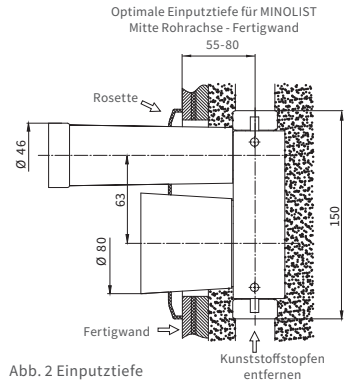

Abb. 2 Einputztiefe
- 2.2. Die optimale Einputztiefe (Mitte Rohr bis Fertigwand) beträgt für die MINOLIST Messkapsel 55mm bis 80mm (Abb. 2). Die umlaufend erhaltenen Linien auf den Einputzhilfen dienen hierzu als Orientierung. Einputztiefen über 80mm erfordern später Verängerungshülsen für die Rosette sowie eine zweiteilige Spindelverlängerung. Einputztiefen unter 55mm, oder Messkapseln von anderen Herstellern können dazu führen, dass die Standard Rosette nicht an der Fertigwand anliegt. Dies kann mit einer separat erhältlichen hohen Rosette (+14mm) kompensiert werden.
- 2.4. Kunststoffstopfen entfernen (Abb. 2).